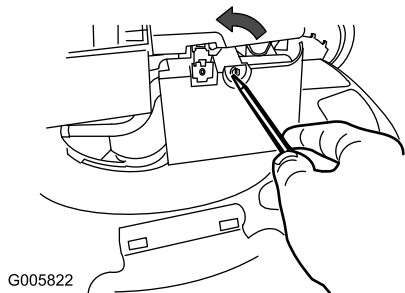

Figura 15
- Utilice un destornillador para abrir la tapa del filtro de aire (Figura 15).